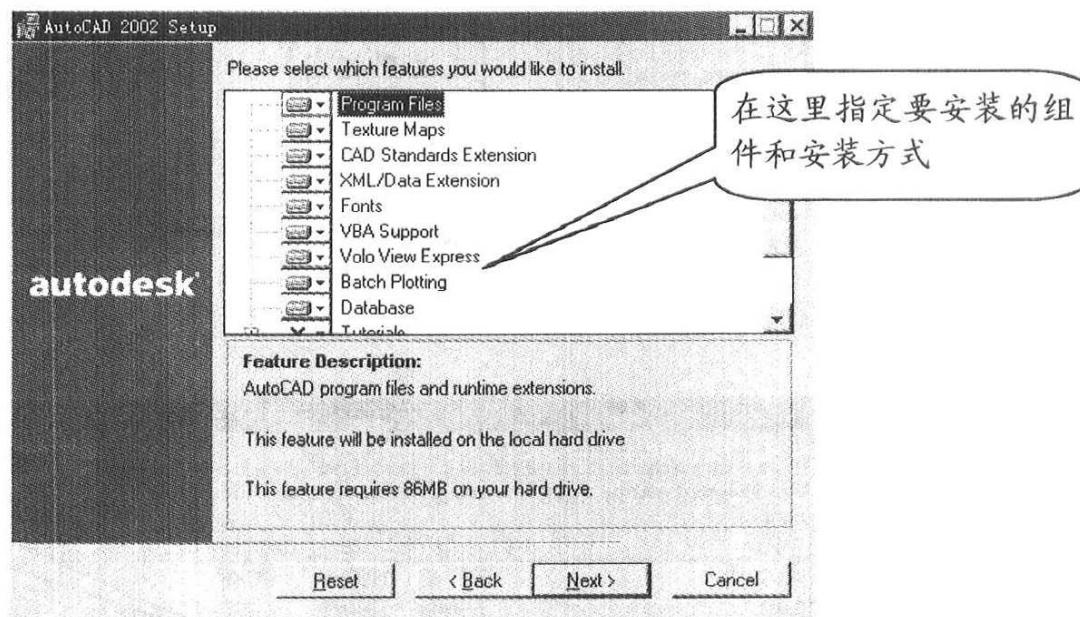

图 1-7 选择自定义安装的内容
- Custom (自定义安装)。该选项允许您自己决定安装哪些部件和工具，建议高级用户才可使用。选择该项后，将弹出如图 1-7 所示的界面，您可以在该对话框中确定安装哪些部件和工具，以及安装方式（安装在硬盘上、网络安装、第一次使用时安装和不安装等）。